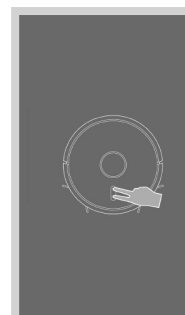

Fig. 6
- Assurez-vous que l'appareil est en mode veille avant de démarrer la connexion. Appuyez sur les deux boutons en même temps pendant au moins 3 secondes (Fig. 6) jusqu'à ce que le voyant du robot se met à clignoter et que le message sonore « WiFi lost, please follow the App instruction for reconnection » (« WiFi perdu, veuillez suivre les instructions de l'application pour la reconnexion »). Assurez-vous que votre smartphone est connecté au même réseau Wifi auquel vous souhaitez connecter le robot.